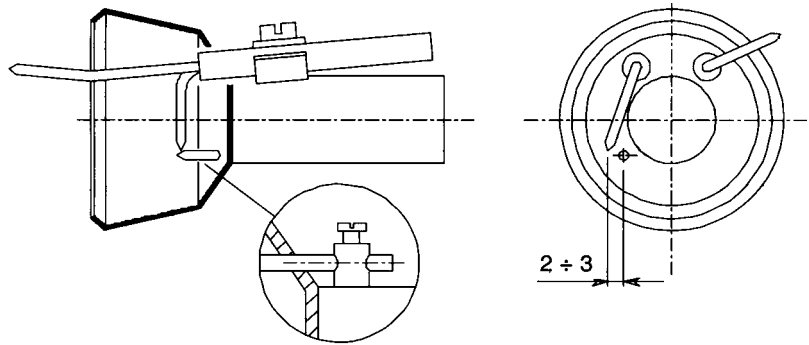

Fig. 32
- Verificați electrozul de aprindere, curățați-l și reglați-l, și dacă este necesar , înlocuiți-l (Fig.32) ;
- Verificați electrozul de detecție , curățați-l și reglați-l, și dacă este necesar , înlocuiți-l (Fig. 32).
Pentru a garanta o ardere corecta , trebuie respectata valoarea marimilor date in Fig. 32.